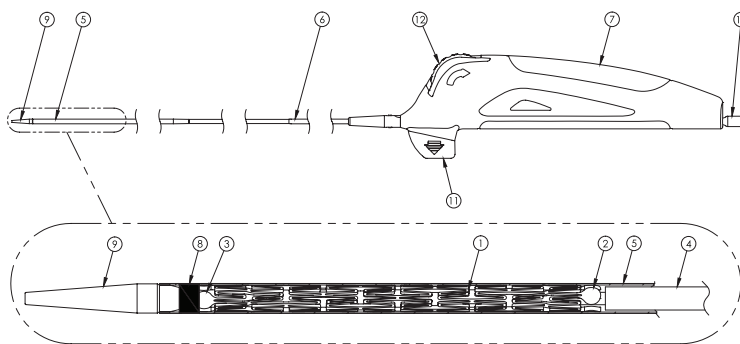

Figura 1. Stent venos auto-expandabil Abre™
- Stentul auto-expandabil Abre™, astfel cum este ilustrat în Figura 1, este tăiat dintr-un tub din aliaj de nichel și titan (nitinol) cu design de tip plasă (1), cu marcaje integrate din nitinol la capătul posterior (2) și la capătul anterior (3) al stentului. La amplasare, stentul Abre exercită o forță orientată spre exterior, pentru a stabili permeabilitatea.
- Sistemul de amplasare Abre™, astfel cum este ilustrat în Figura 1, are un design de tip ax triaxial, compus dintr-un ansamblu de ax intern (4), o teacă retractabilă (argintie, 5), o teacă izolatoare (albastră, 6) și un mâner ergonomic (7). Ansamblul axului intern se termină cu un vârf flexibil al caterului (9) și are drept origine conectorul de tip luer (10). Mânerul de amplasare (7) are un pin de blocare detașabil (11), un buton de reglaj (12) și un conector luer (10).
- Marcajele radioopace de pe capătul posterior și de pe capătul anterior al stentului ghidează poziționarea la leziunea vizată înainte de amplasarea stentului Abre. Pe mânerul de amplasare există un singur conector luer. Un buton de reglaj de pe mânerul de amplasare se rotește pentru a retrage teaca retractabilă (argintie). Pinul de blocare împiedică amplasarea stentului înainte de utilizare, și trebuie extras pentru ca butonul de reglaj să devină funcțional. Stentul Abre este amplasat în totalitate atunci când marcajul radioopac (8) de pe teaca retractabilă (argintie) trece dincolo de marcajele integrate din nitinol de pe capătul posterior al stentului. O teacă izolatoare proiectată special (albastră, atașată la mânerul de amplasare) îmbunătățește controlul și exactitatea amplasării stentului.